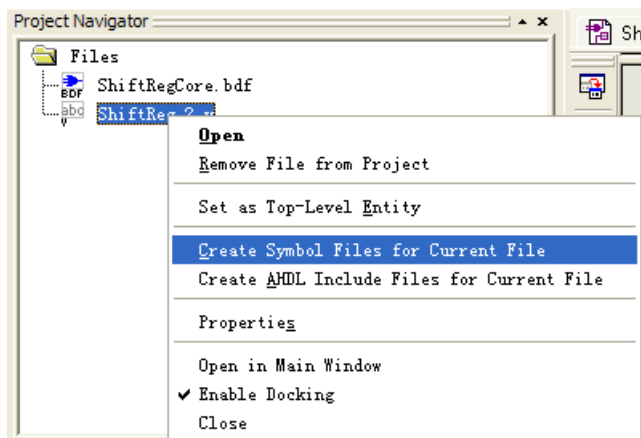
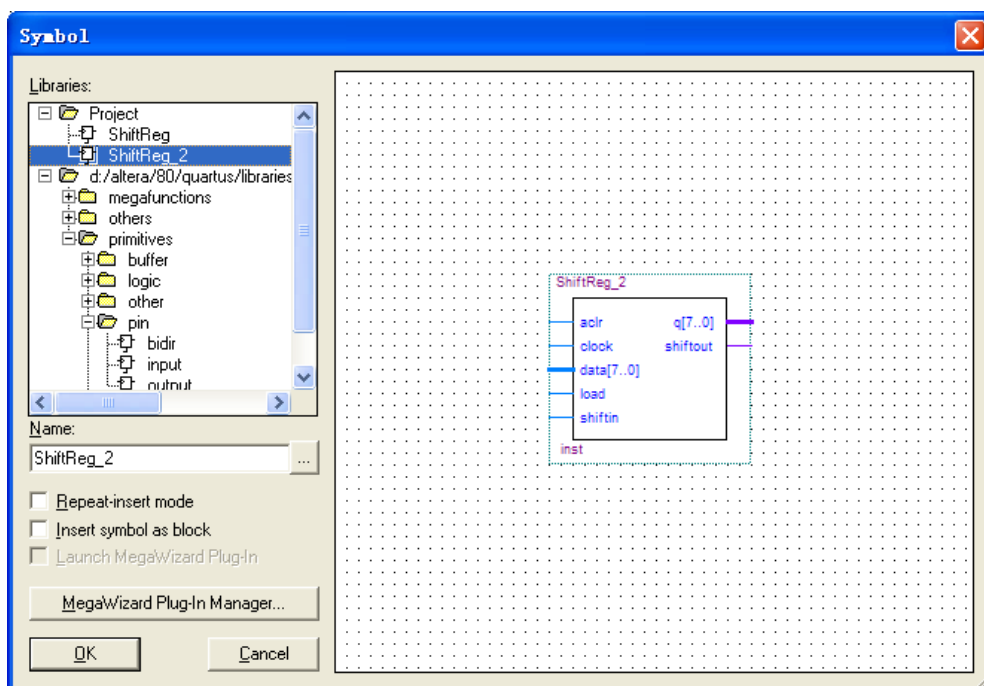

图 5-22 创建符号文件
图 5-23 用 Verilog 语言创立的移位寄存器
13. 在左侧 Project Navigator 处右击 ShiftReg_2.v 选择 Create Symbol Files for Current File。之后就可以像 ShiftReg 一样在顶层实体的符号框图里使用了，如图 5-22 与图 5-23。不过本实验不使用这种方法。